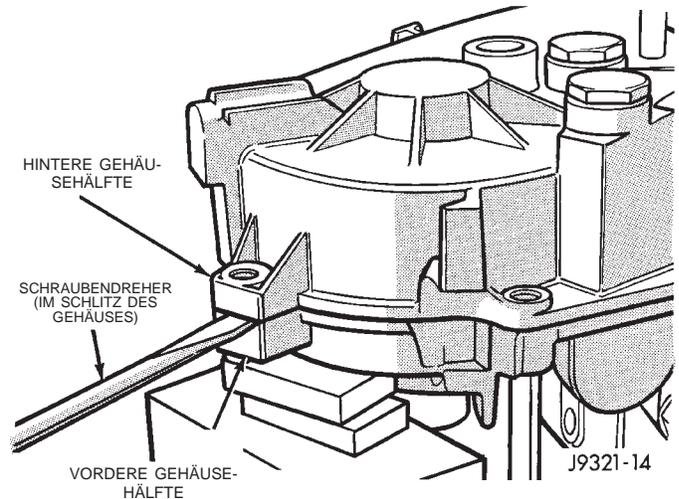

Abb. 19 Hintere Gehäusehälfte lockern
(3) Die hintere Gehäusehälfte mit einem Schraubendreher mit flacher Klinge von der vorderen Gehäusehälfte abhebeln, um die Dichtmittelnah zu brechen. Die Klinge des Schraubendrehers nur in die dafür vorgesehenen Schlitz an den Gehäuseenden einsetzen (Abb. 19).
(4) Die hintere Gehäusehälfte abnehmen.